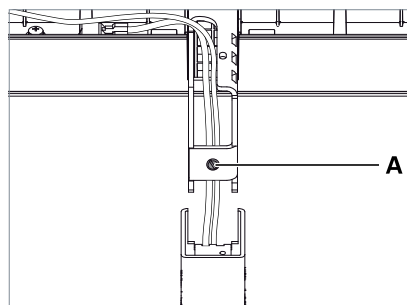

Fig. 16: Regolazione della testa dell'apparecchio d'illuminazione.
- ▶ Per sollevare leggermente la testa dell'apparecchio d'illuminazione, ruotare la vite di regolazione **A** di un giro in senso antiorario, vedi Fig. 16.